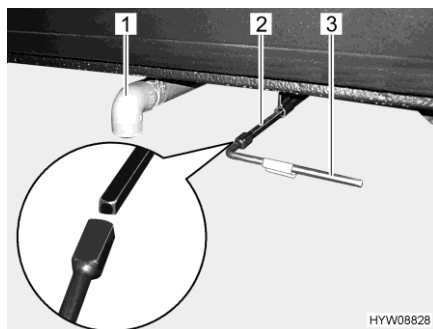

Fig. 105 Palanca de mando y tubo de salida (depósito de aguas residuales)
- Colocar el tubo de salida (Fig. 105,1) directamente sobre la estación de evacuación o insertar la manguera de aguas residuales (equipamiento opcional) sobre el tubo de salida (Fig. 105,1).
- Abrir la llave de desagüe. Para ello, encajar la llave cuadrada entregada (Fig. 105,3) en el cuadrado de la llave de desagüe (Fig. 105,2).
- Girar la llave cuadrada (Fig. 105,3) un cuarto de vuelta en sentido contrario a las agujas del reloj. Las aguas residuales son evacuadas.
- Una vez que hayan salido completamente las aguas residuales: Volver a cerrar la llave de desagüe. Para ello, girar la llave cuadrada (Fig. 105,3) un cuarto de vuelta en sentido de las agujas del reloj.
- Retirar y guardar la llave cuadrada (Fig. 105,3).